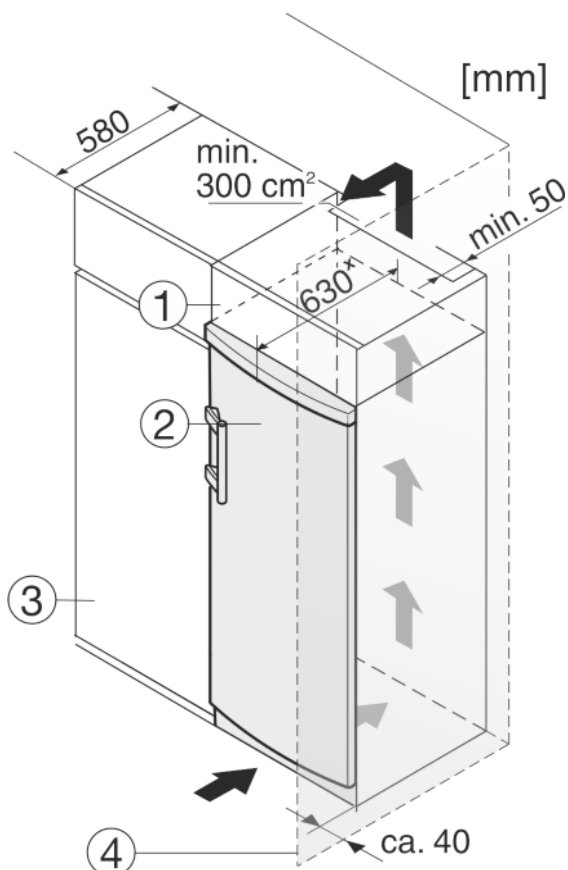

Fig. 10
- (1) Opbouwkast (3) Keukenkast
(2) Apparaat (4) Wand
Het apparaat kan in keukenkasten worden ingebouwd. Om het apparaat Fig. 10 (2) aan de hoogte van het keukenblok aan te passen, kan boven het apparaat een opzetkast Fig. 10 (1) worden aangebracht.
Bij een ombouw met keukenkasten (diepte max. 580 mm) kan het apparaat direct naast de keukenkast Fig. 10 (3) worden geplaatst. Het apparaat steekt aan de zijkant 34 mm * en in het midden 50 mm * uit ten opzichte van het keukenkastfront.
Plaast u het apparaat met de scharnierkant naast een muur Fig. 10 (4), dan moet de afstand tussen apparaat en muur minstens 40 mm bedragen. Dit in verband met het uitsteken van de deurgreep bij een geopende deur.